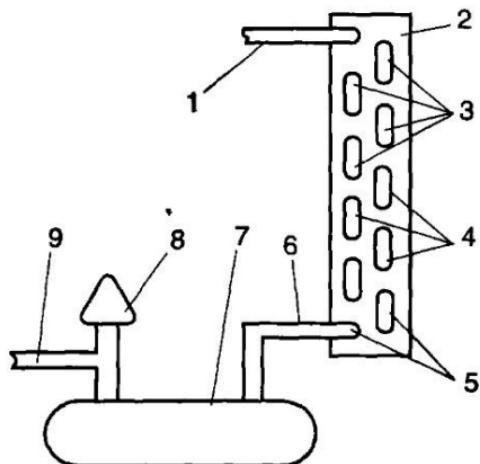

Рис. 52. Агрегат при сборе хладагента в конденсаторе и ресивере (жидкостный вентиль закрыт):
14.7. Присутствие неконденсирующихся газов в системе повышает давление нагнетания. Газы не конденсируются в холодильной системе при нормальном давлении и занимают в конденсаторе объем, необходимый для хладагента. Неконденсирующиеся газы не только понижают холодопроизводительность машины, но и вредны для холодильной системы. Для проверки их наличия необходимо отсосать хладагент из системы и собрать его в ресивере и конденсаторе, закрыв вентиль на жидкостном трубопроводе (рис. 52). Компрессор должен работать до тех пор, пока давление на линии всасывания не понизится до 0,03 МПа. Затем компрессор останавливают и ожидают, пока хладагент не охладится до температуры окружающей среды.